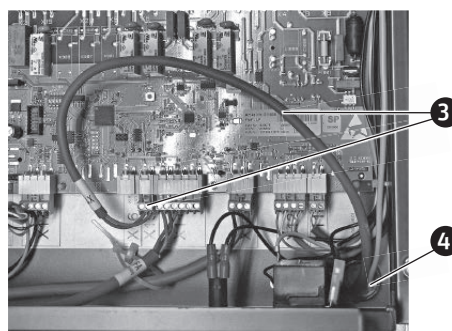

Fig. 81 Infilare il cavo dell'interruttore sportello e collegarlo al connettore X15
- ▶ Portare il cavo dell'interruttore sportello (sul pannello di comando) sul davanti a destra nel quadro di comando e innestare il connettore X15 – Fig. 81.